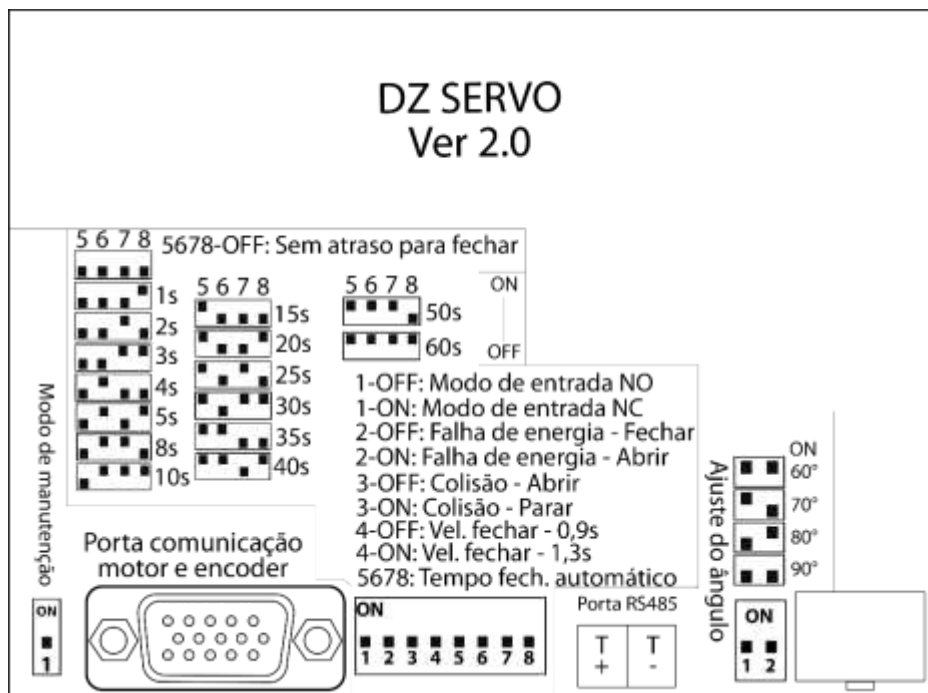

Fig. 5.2
5. As interruptores DIP 5, 6, 7, 8 são usadas para retardar o fechamento automático do braço. O tempo de atraso para o fechamento automático pode ser definido como 1s, 2s, 3s, 4s, 5s, 8s, 10s, 15s, 20s, 25s, 30s, 35s, 40s, 50s, 60s, conforme mostrado na Fig. 5.2.